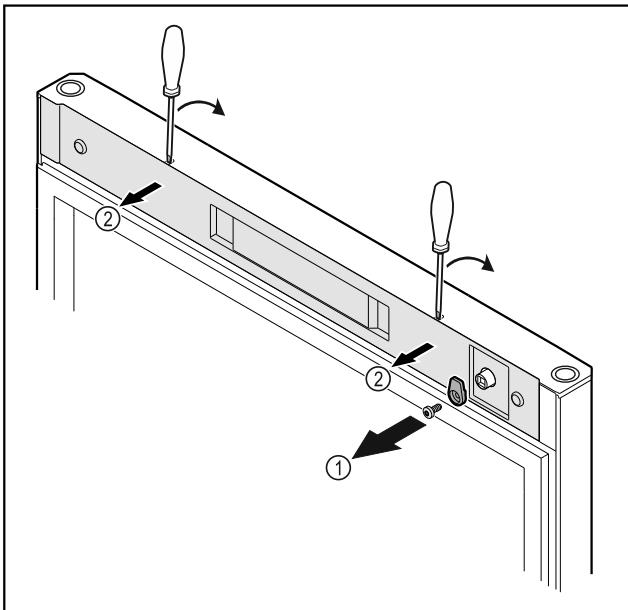

Fig. 10
- ▶ Открутите запорный крючок Fig. 10 (1).
- ▶ С помощью небольшой отвертки освободите крышку Fig. 10 (1) от фиксации и снимите ее.